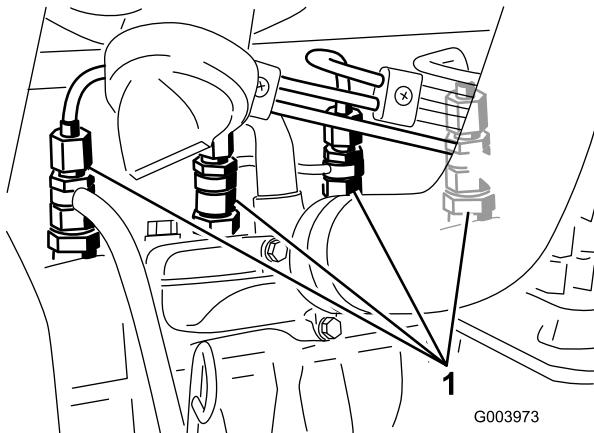

Figura 49
- Afloje la conexión entre el tubo y el conjunto de boquilla y soporte N° 1 (Figura 49).